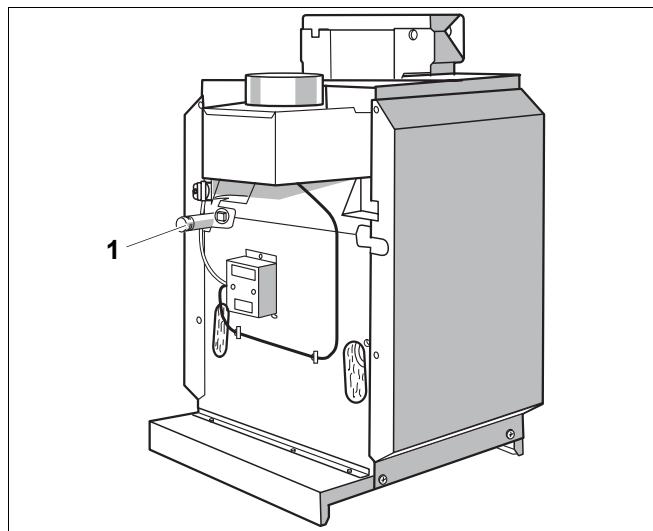

Рис. 25 Подключение газа
- Подключение газа производится в соответствии с местными инструкциями. Газопровод нужно подключить без напряжения к штуцеру (рис. 25, поз. 1).